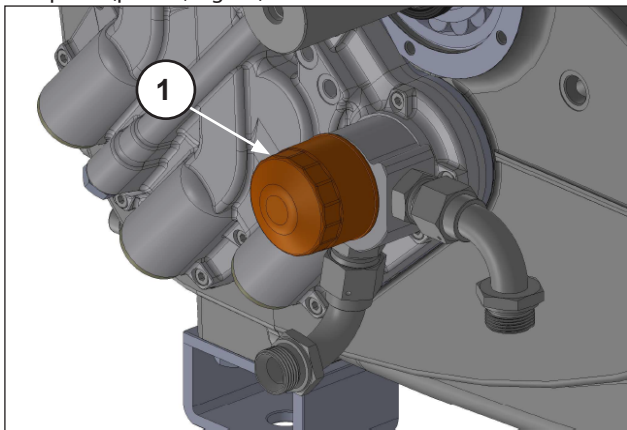

Fig. 17
Desparafuse-o manualmente ou com uma ferramenta adequada (pos. ①, Fig. 17).